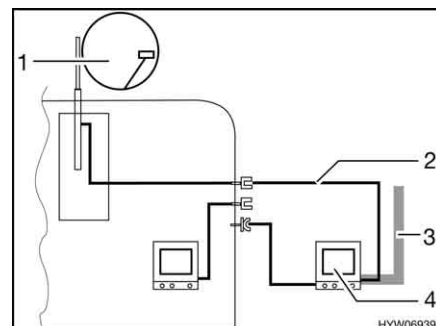

Fig. 154 TV nella tenda veranda
- TV nella tenda veranda (Fig. 154,4): Collegamento all'antenna del tetto (Fig. 154,1) con cavo di collegamento (Fig. 154,2)
- TV nella tenda veranda (Fig. 154,4): Collegamento a antenna esterna (Fig. 154,3)